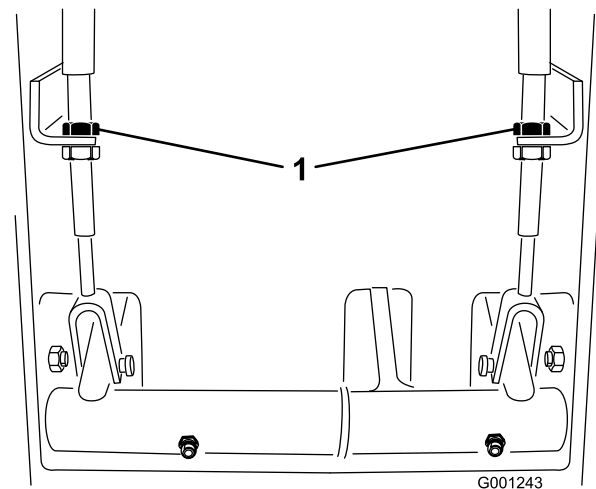

Figura 63
2. Para reducir la holgura de los pedales de freno, apriete los frenos aflojando la tuerca delantera del extremo roscado del cable de freno (Figura 63). Luego apriete la tuerca trasera para mover el cable hacia atrás hasta que los pedales de freno tengan una holgura de 13 a 25 mm.